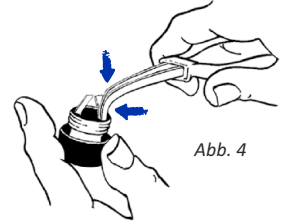

Abb. 4
1. **Die Verringerung der Federkraft** erreicht man durch leichtes Zusammen-drücken (Abflachen) beider Federblätter – siehe Abb. 4. Die Zangenbacken sind zwischen die Wände der Endkappe des Schlagstockes und die Federblätter zu schieben.